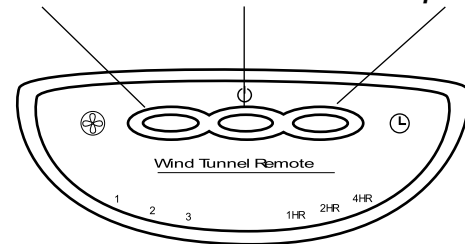
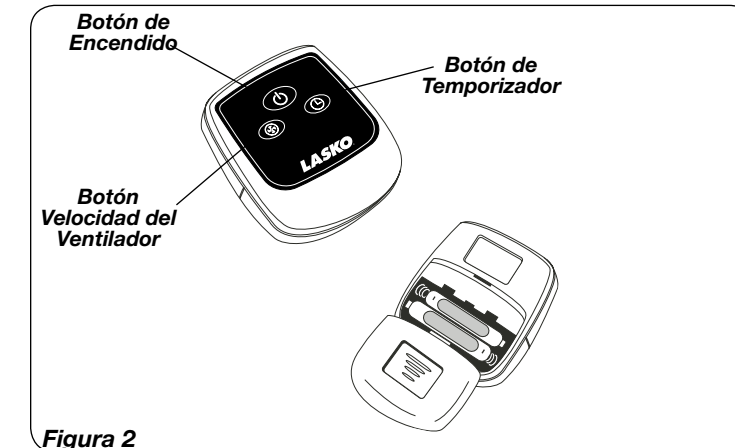

Figura 1
Figura 2
Este Ventilador podrá hacerse funcionar mediante los controles manuales ubicados en la parte superior de la unidad (como se indica en la Figura 1) o con el Control Remoto (como se indica en la Figura 2).
7. **VELOCIDAD DEL VENTILADOR:** Ahora puede ajustar la velocidad del ventilador al nivel deseado - 3 (alta), 2 (mediana) ó 1 (baja) - pulsando el **Botón Velocidad del Ventilador** (⏸) en el Ventilador. (Figura 1)
CONTROL REMOTO (Figura 2)
1. Instale la baterías (no suministró) como mostrado en la Figura 2. La batería es el tipo "AAA".